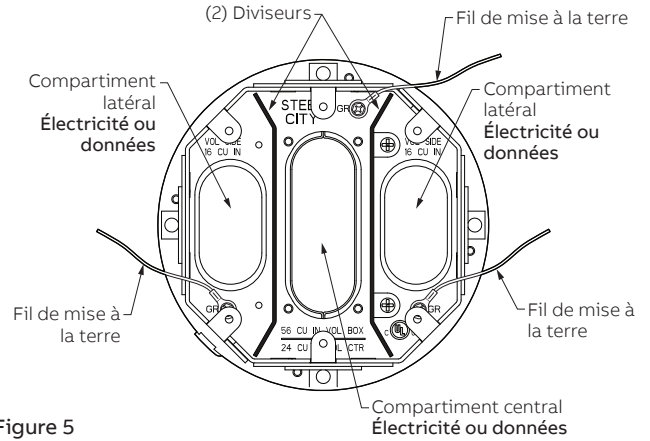

Figure 5
- 4.2 Sélectionnez l'une des 4 configurations possibles de la boîte de jonction : Voir les figures 5, 6, 7 et 8. **REMARQUE :** La boîte de jonction est munie de 3 fils de mise à la terre. Laissez-les en place. Utilisez un fil de mise à la terre de 10AWG si un appareil de 30A est utilisé, voir étape 5.1.3
- 8.3 **Branchement des câbles électriques.** Dans le compartiment électrique de la boîte de jonction, retirez la paroi DU CÔTÉ ou DU FOND non utilisée pour le branchement du conduit en retirant 2 vis. Connectez tous les câbles électrique et de mise à la terre conformément au Code National de l'électricité ainsi qu'au Code Électrique Canadien et aux codes électrique locaux **REMARQUE :** Les fils de mise à la terre sont fournis dans les trois compartiments de la boîte de jonction; mettre à la terre tous les branchements électrique. (Voir les figures 5, 6, 7, 8, 20 et 21).